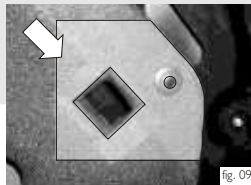

fig. 09
- Alinhe o furo do gabarito com o furo da forração, usando como referência o contorno tracejado com a parte externa da forração, fig. 09;
- Corte a forração acústica do capô conforme fig. 09;